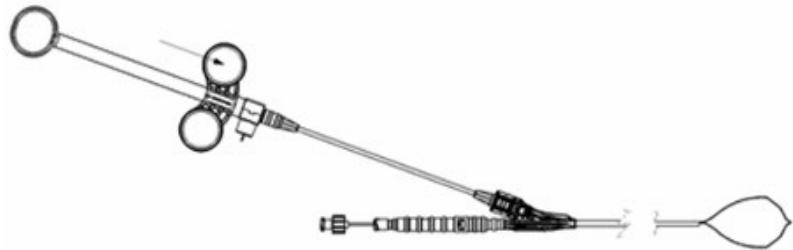

Рис. 3
- Поперемещайте кольца назад и вперед, чтобы убедиться в плавном открытии и закрытии петли. (рисунок 3 и 4)
- После эндоскопической визуализации полипа или ткани приведите петлю в действие, перемещая кольца от кольца для большого пальца (рисунок 3).
- Убедитесь в полном раскрытии устройства петли путем наблюдения через эндоскоп (рисунок 3).